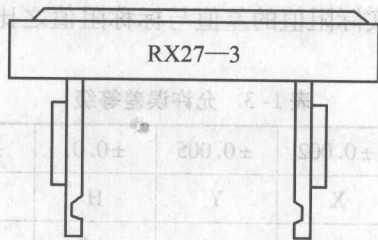

图 1-8 水泥电阻器
(6)水泥电阻器。水泥电阻器是线绕电阻器的一种,常用于彩色电视机的电源电路及行、场扫描电路中。由于水泥电阻器的功率大、阻值小,且都工作在大电流、高电压状态下,其损坏比较高。水泥电阻器的外形如图 1-8 所示。